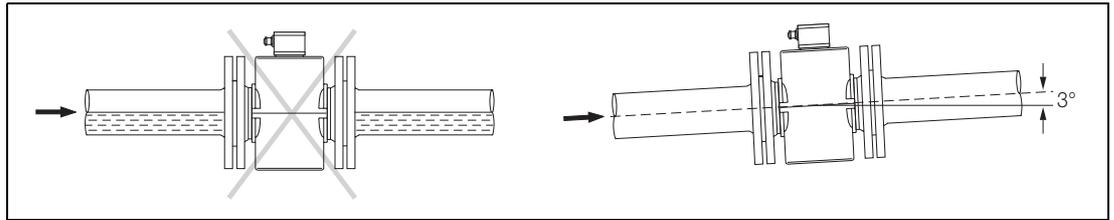

Fig. 6: Installation dans une tuyauterie horizontale
- Système de canalisation légèrement incliné pour le dégazage voir fig. 6